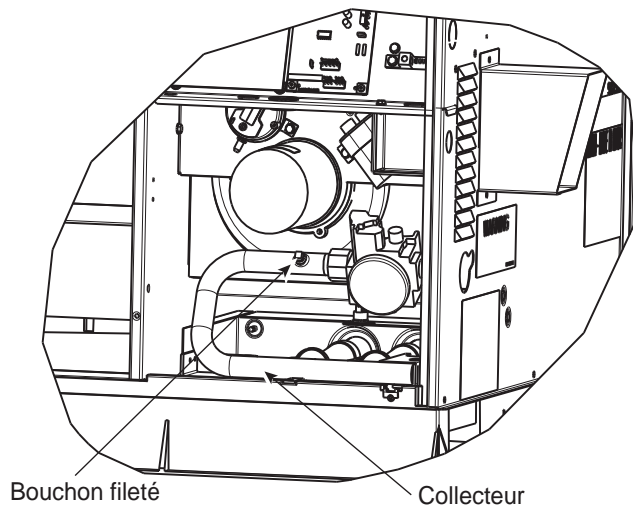

Figure 11 – Ensemble du brûleur
2. Retirez le bouchon de tuyau du collecteur (consultez la fig. 11) et raccordez le manomètre. Ouvrez l'arrivée de gaz de l'appareil.
4. Coupez l'arrivée de gaz de l'appareil. Débranchez le manomètre du point de pression et remettez en place le bouchon de tuyau sur la vanne de gaz. (Consultez la fig. 11.) Ouvrez l'arrivée de gaz de l'appareil et vérifiez s'il y a des fuites.